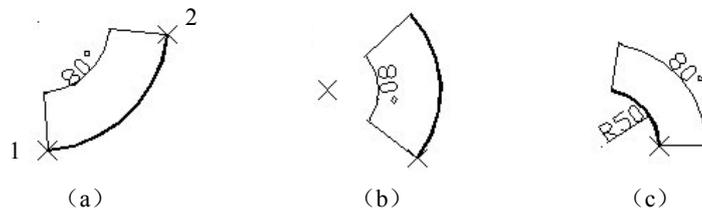

图 3-41 绘制多段线弧
(1) 起点—角度—终点：在输入圆心角后，直接选取弧线终点的方法。绘制如图 3-41 (a) 所示的一个圆心角为 80 度的多段线弧。命令如下：
(2) 起点—角度—圆弧中心：在输入圆心角后，选取圆弧的中心点。绘制如图 3-41 (b) 所示的一个圆心角为 80 度的多段线弧。命令如下：
(3) 起点—角度—半径: 在输入圆心角后, 再输入圆弧半径而绘制多段线弧的方法。绘制如图 3-41 (c) 所示的一个圆心角为 80 度的多段线弧。命令如下: